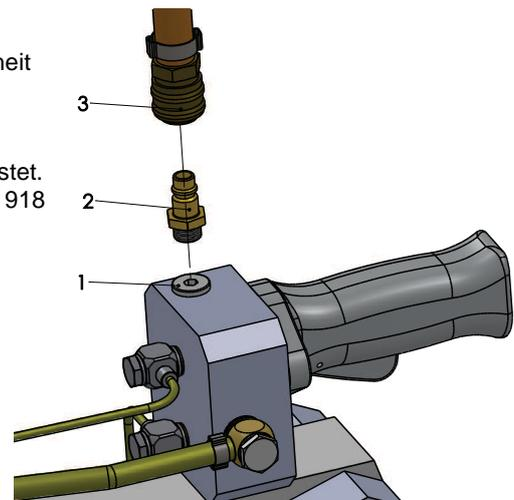

Abb. 5.1 – Druckluftanschluss
Für den Anschluss der Zange benötigen Sie die Schlaucheinheit 001 366 918. Demontieren Sie den Verschlussstopfen(1) s. Abb. 5.1. Anschließend montieren Sie den Druckluftstecknippel(2) anstelle des Verschlussstopfens. Die Kupplung(3) auf den Gewindenippel stecken bis sie einrastet. Verbinden Sie das andere Ende der Schlaucheinheit 001 366 918 mit dem Druckluftnetz, sehen Sie dazu auch Kap. „5.1.2. Wartungseinheit“. Die Zange ist nun betriebsbereit.
Die Maschine muss immer in Kombination mit einer Gewichtsentlastung (1 - Federzug) betrieben werden, s. Abb. 5.1.